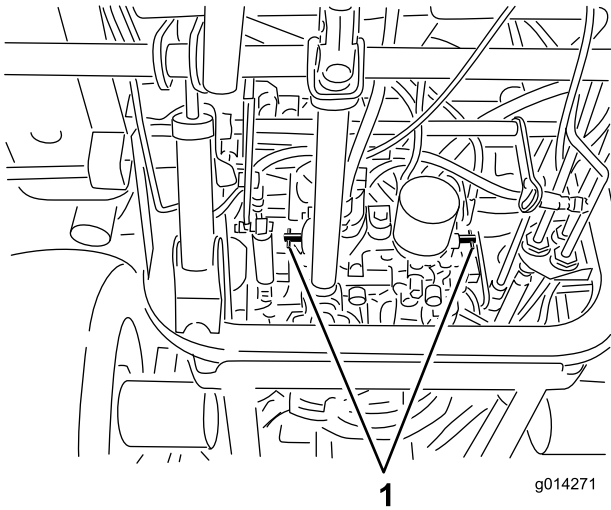

Figure 20
4. Tournez chaque vanne de dérivation d'un tour dans le sens anti-horaire (Figure 20).
Tournez chaque vanne de dérivation d'un tour dans le sens horaire et serrez-les à la main (couple de serrage de 8 Nm [71 po-lb] approx.) (Figure 20).